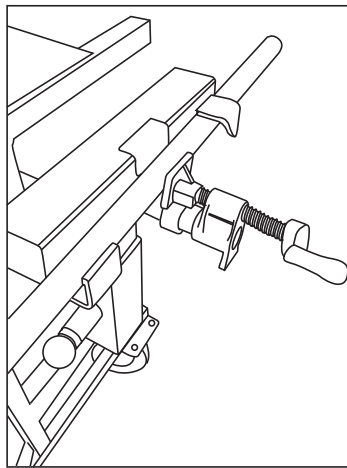

Fig. 1
1. Pour utiliser l'étau rapide (9) afin de couper un conduit EMT de ½ po ou de 1 po. À un angle de 45 degrés, placer le conduit dans le support de conduit. Placer le conduit de sorte qu'il soit parallèle au sol et à la position de coupe désirée. Serrer l'étau (9) en tournant la manivelle jusqu'à ce qu'il soit serré. Le conduit peut maintenant être coupé en toute sécurité (Fig. 1).